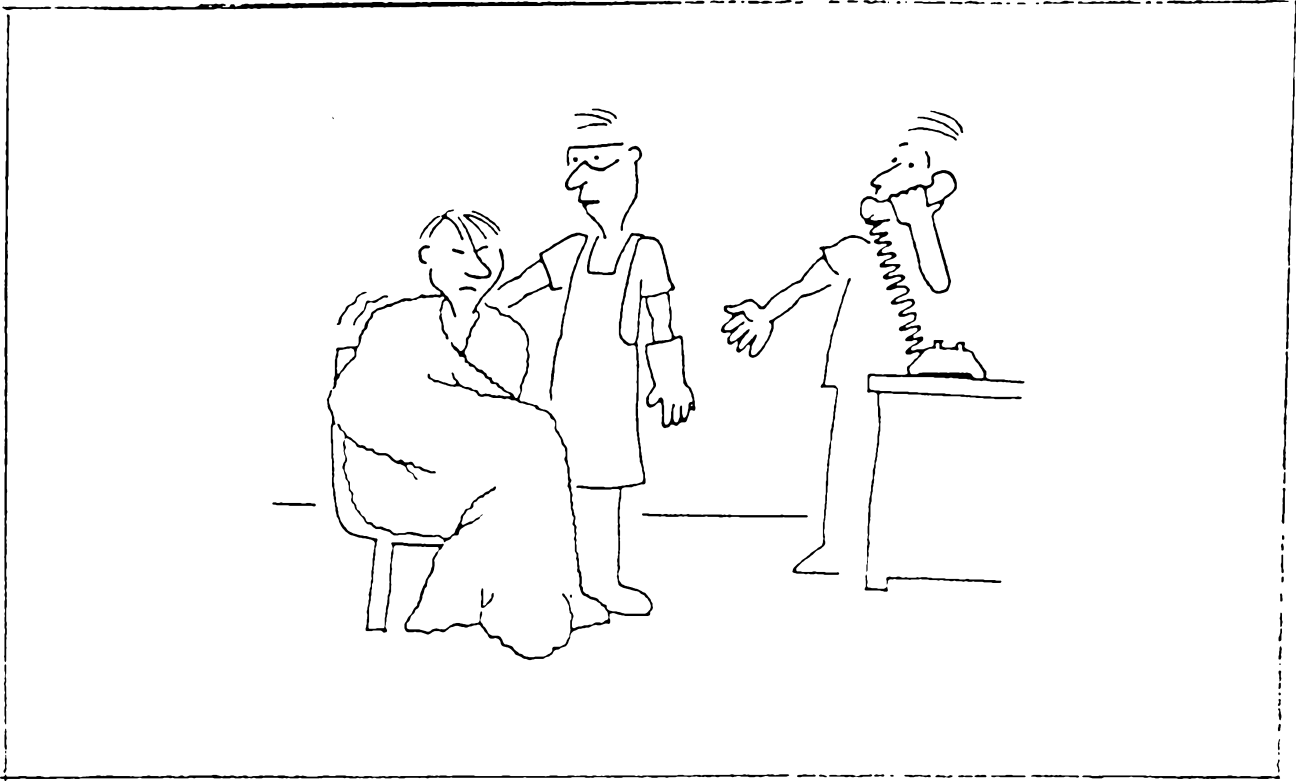

FIG. 21
- c) Secar al intoxicado y envolverlo con una frazada. (FIG. 21)